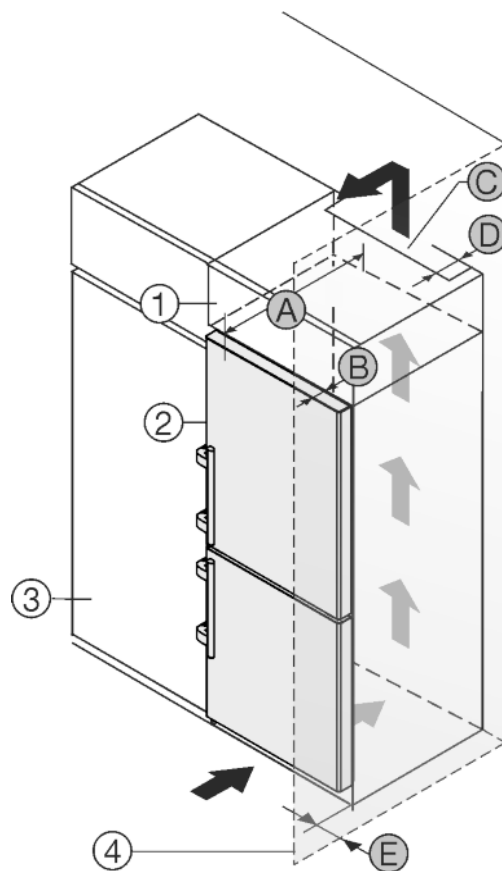

Fig. 51
Устройство может быть окружено кухонными шкафами. Чтобы уравнять устройство *Fig. 51 (2)* по высоте с кухонной стенкой, можно установить над устройством дополнительный шкафчик *Fig. 51 (1)*.
Установить устройство можно непосредственно рядом с кухонным шкафом *Fig. 51 (3)*. Чтобы можно было полностью открыть двери, устройство должно выступать на глубину *Fig. 51 (B)* относительно передней стенки кухонного шкафа. В зависимости от глубины кухонных шкафов и использования пристенных распорок устройство может выступать и больше.
- На задней стенке дополнительного шкафчика должен быть вентиляционный канал с глубиной *Fig. 51 (D)* по всей ширине этого шкафа.
- Нужно соблюдать вентиляционное отверстие *Fig. 51 (C)* под нижней панелью.
Если устройство установлено на шарнирах у стены *Fig. 51 (4)*, то нужно соблюдать расстояние *Fig. 51 (E)* между устройством и стеной. Настолько выступает ручка при открытой двери.